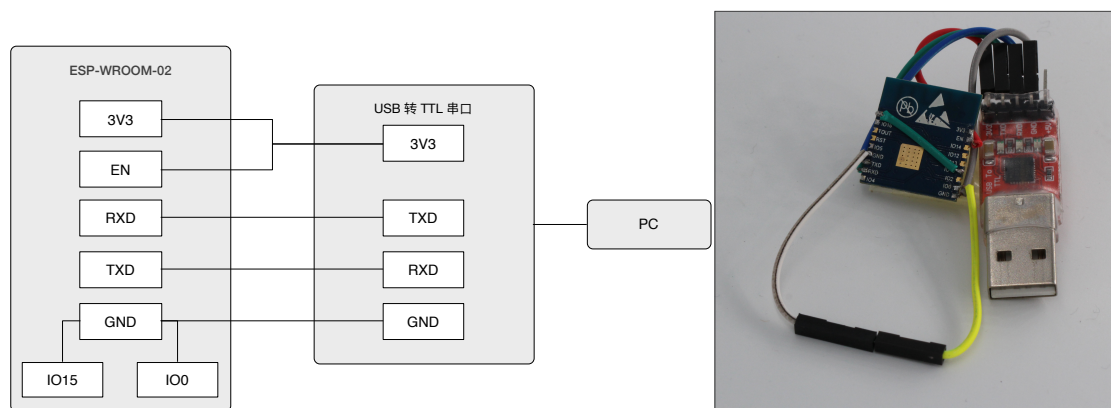

图 2-1. ESP-WROOM-02 下载模式
2. 按照图 2-1 用杜邦线将 ESP-WROOM-02 和 USB 转 TTL 串口模块连接。